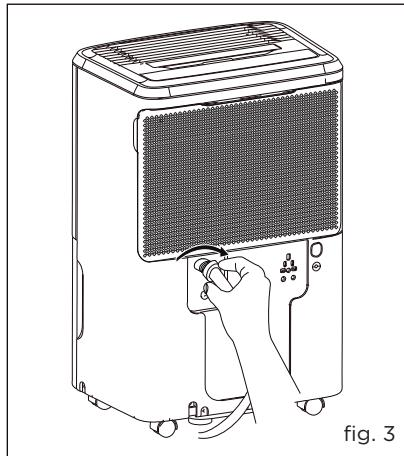

fig. 3
- d. Vissez le tuyau de jardin à la portion filetée du connecteur de purge. (fig. 3)